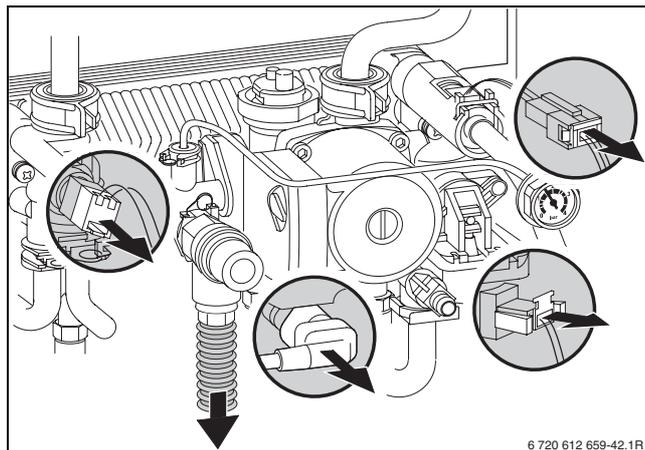

Fig. 45
- ▶ Scollegare tutti i collegamenti elettrici (→ fig. 45).